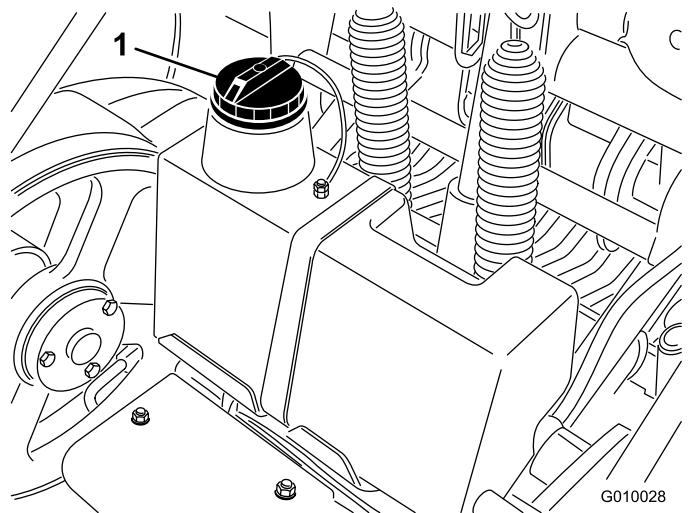

図 61
3. 油圧オイルタンクの注油口周辺をきれいに拭き、キャップ 図 61 を外す。給油口からキャップを取る。